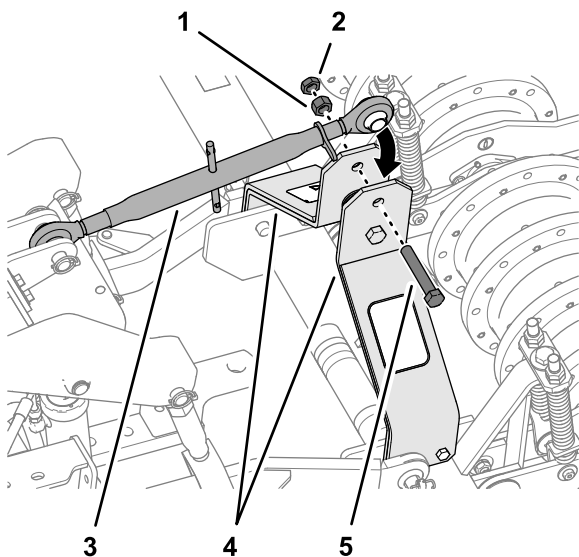

Figure 18
6. Assemblez l'autre extrémité du bras supérieur de l'attelage 3 points sur les bras de levage de l'aérateur (Figure 18) à l'aide du boulon (3/4 x 4 po), de l'écrou (3/4 po) et de l'écrou de blocage (3/4 po).